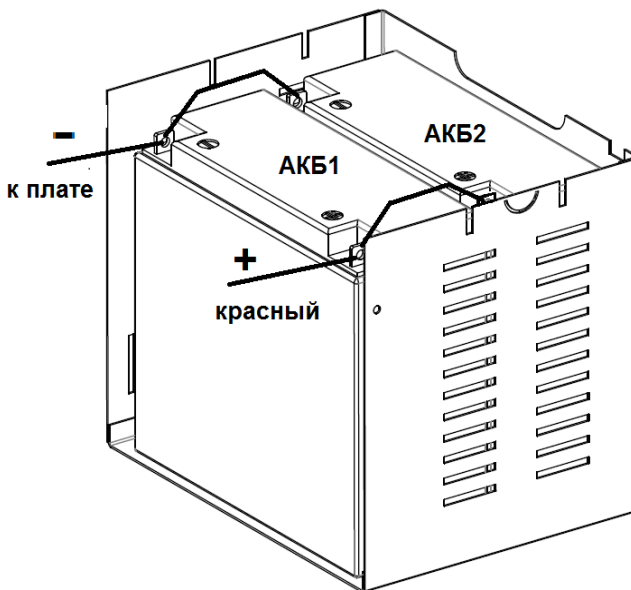

Рисунок 6. Параллельное подключение 2-х АКБ 17 А*ч.
- установить в корпус АКБ (в случае установки двух АКБ - см. рис. 6)